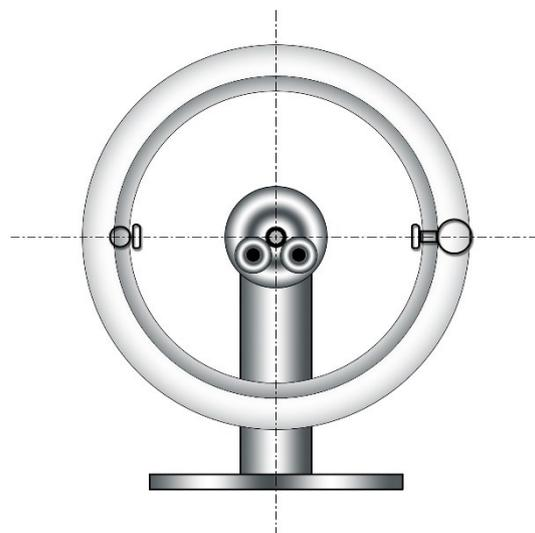

Abbildung 4: Abstimmen
7. Entfernen Sie nun das angebrachte Wuchtgewicht (Schritt 5). Mit etwas Glück hebt sich die Unwucht der Felge ohne Reifen und der Felge mit Reifen auf. Um diesen Punkt zu erreichen, drehen Sie den Reifen so lange auf der Felge, bis sich die Unwuchten gegenüberliegen (beide markierten Punkte, wie in Abb. 4 gezeigt, liegen sich gegenüber). Nun wird das Komplettrad ausgewuchtet. Normalerweise benötigen Sie nur an einer der beiden Markierungen Wuchtgewicht. Es muss so lange Gewicht angebracht werden, bis das Komplettrad in der Ruhelage bleibt. Hierbei sollten Sie darauf achten, so wenig Wuchtgewicht wie möglich zu verwenden, das Gewicht sollte gleichmäßig auf beiden Seiten der Felge verteilt werden. Wenn insgesamt mehr als 50 g Gewicht benötigt werden, sollten Sie den Reifen reklamieren.